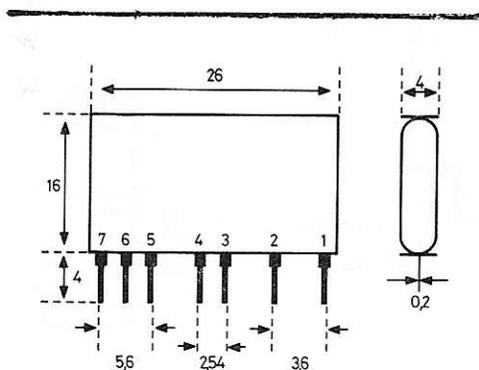

Figure 1
Voici à la figure 1 l'aspect du circuit hybride SH 221. Il a une forme rectangulaire : longueur 26 mm maximum, largeur 16 mm maximum, épaisseur 4 mm maximum. Sur le côté le plus long on trouve les broches, au nombre de sept, espacées d'une manière inégale ce qui permet de les identifier.
Le signal est appliqué entre le point (1) et la masse la plus proche (2) (voir aussi la figure 1). Il est transmis par C1 et L1 à la base de Q1 un transistor NPN monté en émetteur commun.